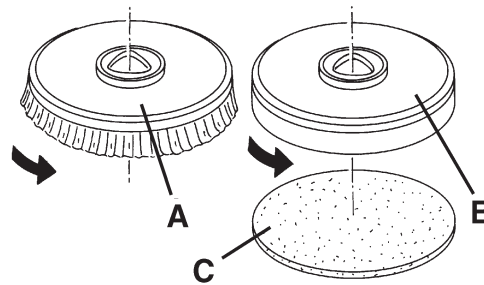

Abbildung 1
1. Das Netzkabel (3) vom Stromnetz trennen.
2. Die Bürste (A, Abb. 1) oder der Padhalter (B) unter dem Kopf (14) stellen.
3. Den Kopf auf die Bürste/Padhalter mittels des Pedals (8) senken.
4. Das Netzkabel (3) am Stromnetz verbinden.
5. Den Schalter (51) drücken um die Maschine und Hilfselemente einzuschalten.
6. Um die Bürste oder den Padhalter anzukuppeln, ist es genug nur einen Schalter (55) zu drücken.